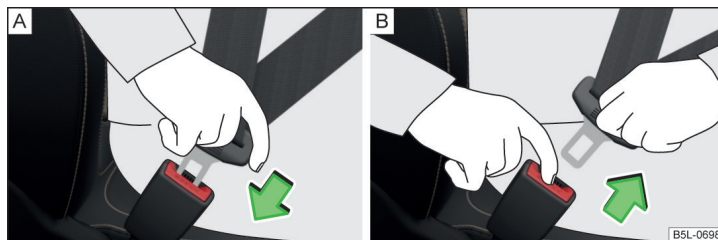

Fig. 5 Sådan spændes sikkerhedsselen. / Sådan tages sikkerhedsselen af.
- Stik låsetappen ind i den selelås, der hører til den pågældende siddeplads » Fig. 5 - [A]. Du skal kunne høre, at den går i hak.
- Tryk på den røde knap i selelåsen » Fig. 5 - [B]. Låsetappen springer ud.